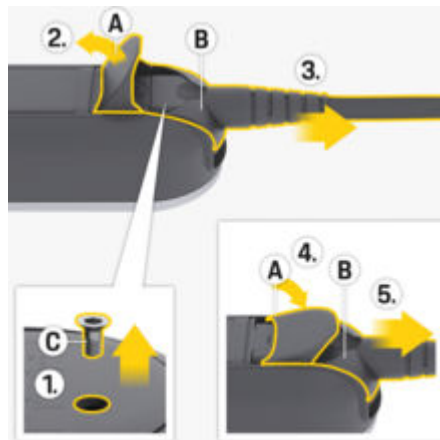

Рис. 175 Виймання мережного кабелю
1. Відкрутіть гвинт **C** (Рис. 175) за допомогою відповідного інструмента.
2. Повністю відкрийте кришку **A** (Рис. 175).
3. Витягніть штекер **B** (Рис. 175) до першого упору.
4. Опустіть кришку **A** (Рис. 175) приблизно на 15 градусів (кришка може прилягати до штекера **B** (Рис. 175)).
5. Повністю витягніть штекер **B** (Рис. 175).